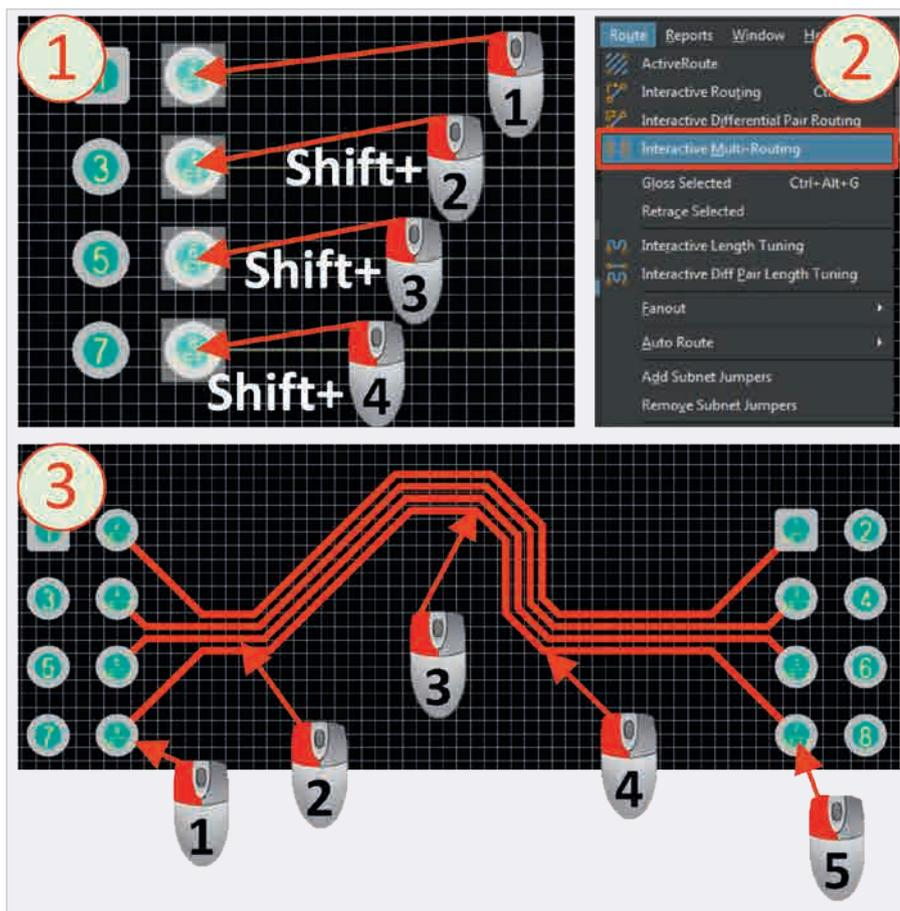

Рис. 14. Прокладка группы проводников
4. Проложить группу проводников серией щелчков ЛКМ в их узловых точках (см. рис. 14).